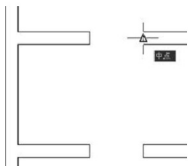
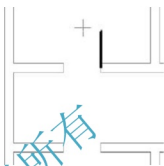

图 2.86 确定门扇的起点
图 2.87 绘制门扇
(1) 在指定起点: 提示下, 捕捉门洞口右侧垂直线的中点作为起点, 如图2.86所示。
(2) 在当前线宽为0.0000, 指定下一个点或 [圆弧(A)/半宽(H)/长度(L)/放弃(U)/宽度(W)]: 提示下, 输入“W”后按Enter键, 指定要修改线宽。
(3) 在指定起点宽度<0.0000>: 提示下, 输入“50”。
(4) 在指定端点宽度 $\langle 0.0000 \rangle$ : 提示下, 输入“50”, 表示将线宽改为 50mm。打开【正交】功能(快捷键 F8), 并将光标垂直向上拖动。
(5) 在指定下一个点或[圆弧(A)/半宽(H)/长度(L)/放弃(U)/宽度(W)]: 提示下, 输入“1000”后按 Enter 键。这样就画出线宽为 50mm、长度为 1000mm 的门扇, 如图 2.87 所示。